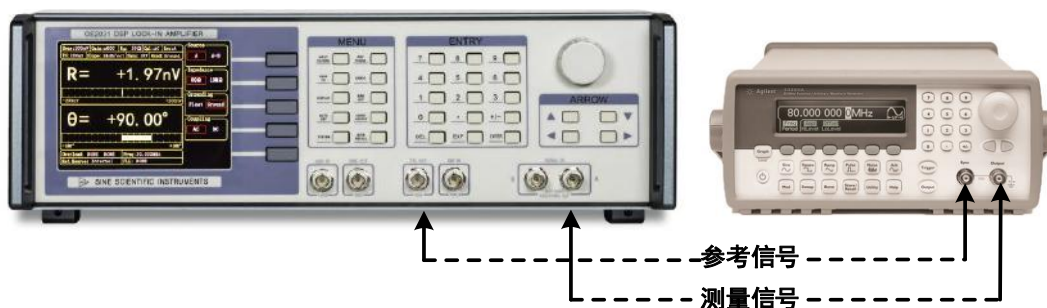

图69. 信号线连接图
2. 用一条带 BNC 接头的信号线连接函数信号发生器的输出接口和 OE2011/OE2021 前面板 SIGNAL IN 的 A 接口，用另一条带 BNC 接头的信号线连接函数信号发生器的同步参考信号接口和 OE2011/OE2021 前面板的 REF IN 接口，如图 69 所示：